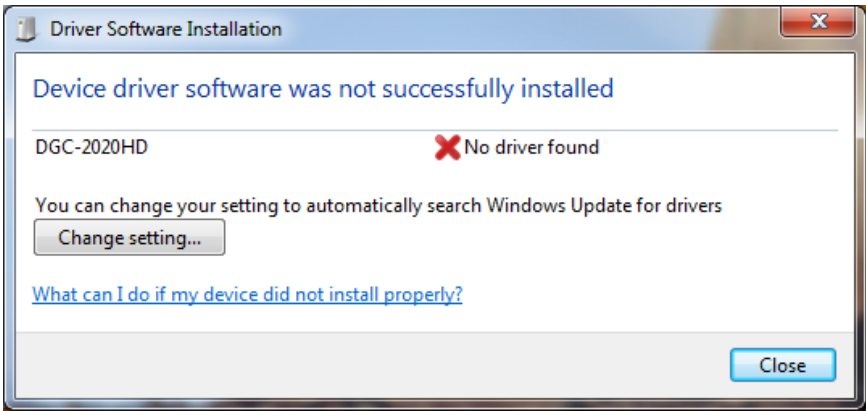

Figura 8-1. Instalación de software del controlador
- Paso 1: Si se muestra el mensaje Figura 8-1, cierre todos los programas y reinicie la computadora.